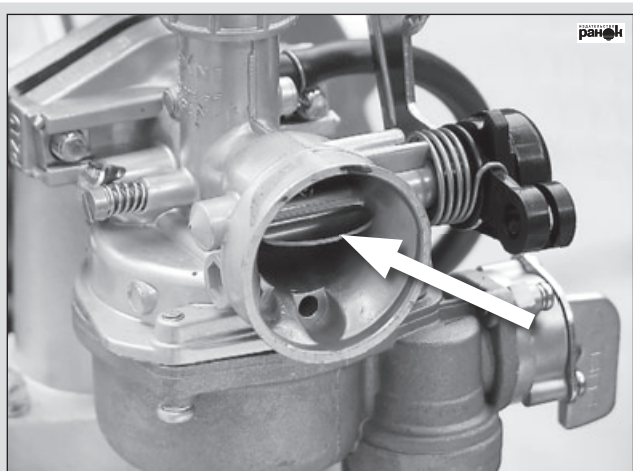

Рис. 35. Воздушная заслонка карбюратора
Узел воздушной заслонки (рис. 35) проверяется на отсутствие деформации самой заслонки и других, связанных с ней деталей. Для этого контролируется рабочее состояние заслонки в открытом и закрытом положении.
- отрегулировать свободный ход педали заднего тормоза (для уменьшения свободного хода нужно вращать регулировочную гайку 1 (рис. 35) по часовой